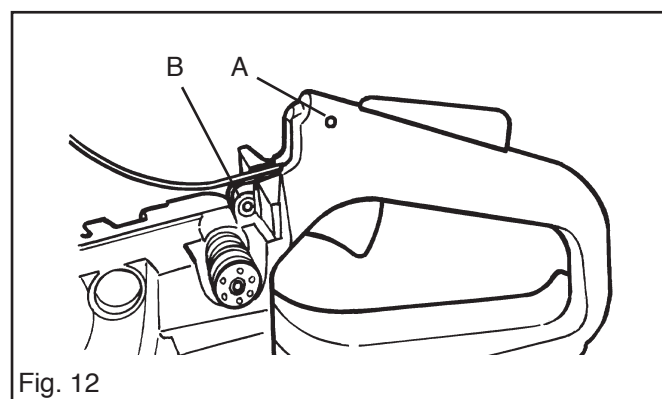

Fig. 12
2. Retirer la goupille de la gâchette de sécurité (A) à l'aide d'un mandrin. Voir fig. 12.
4. Retirer la goupille de la commande de l'accélération (B) à l'aide d'un mandrin. Voir fig. 12.
2. Enfoncer la goupille de la commande d'accélération (B) à l'aide d'un mandrin. Voir fig. 12.